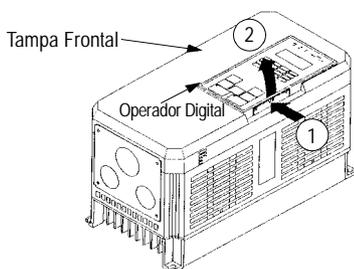
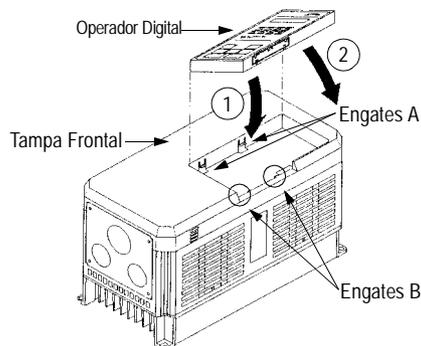

Figura 4 Removendo o Operador Digital
Figura 5 Reinstalando o Operador Digital
Para remover o operador digital da tampa frontal, pressione o operador digital na direção (1) e puxe na direção (2) como mostra a figura 4. Para reinstalação coloca-lo nos engates A na direção (1), depois nos engates B na direção (2) como ilustra a figura 5.